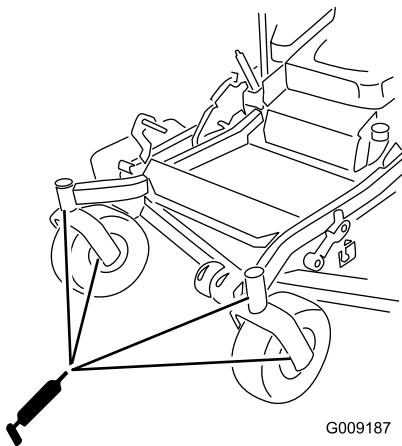

Figura 50
12. Instale o tampão hexagonal e o tampão antipoeira (Figura 50).
13. Lubrifique os rolamentos da roda giratória (Figura 50).